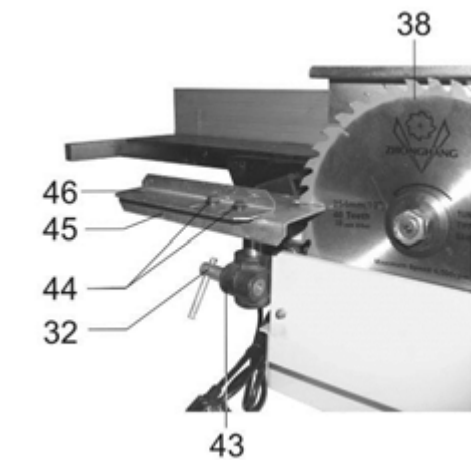

Рис. 6
8.4. Установка рабочего стола для шипорезных работ (Рис. 6)
- зафиксировать выбранное положение направляющей планки (46) на рабочем столе (45) относительно пильного диска (38) двумя установочными болтами (44), Рис. 6.